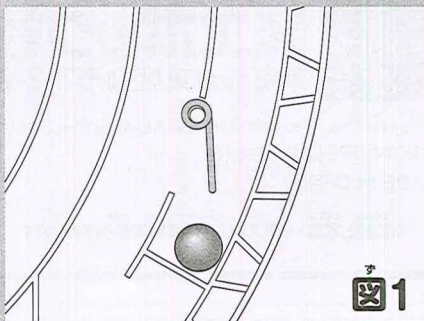
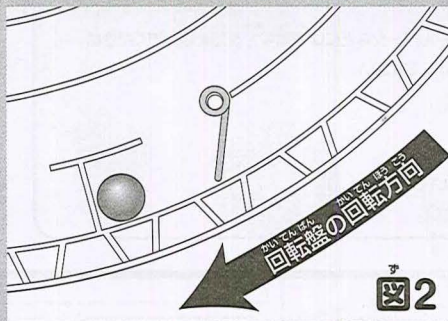

図1
図2
- ① 図1の位置に、ボールを移動します。 ② そのまま回転盤を時計回り=操作レバーを反時計回りに回すと、「開閉ゲート」が外向きに開いて、ボールがゲートを通過できます。(図2、図3)